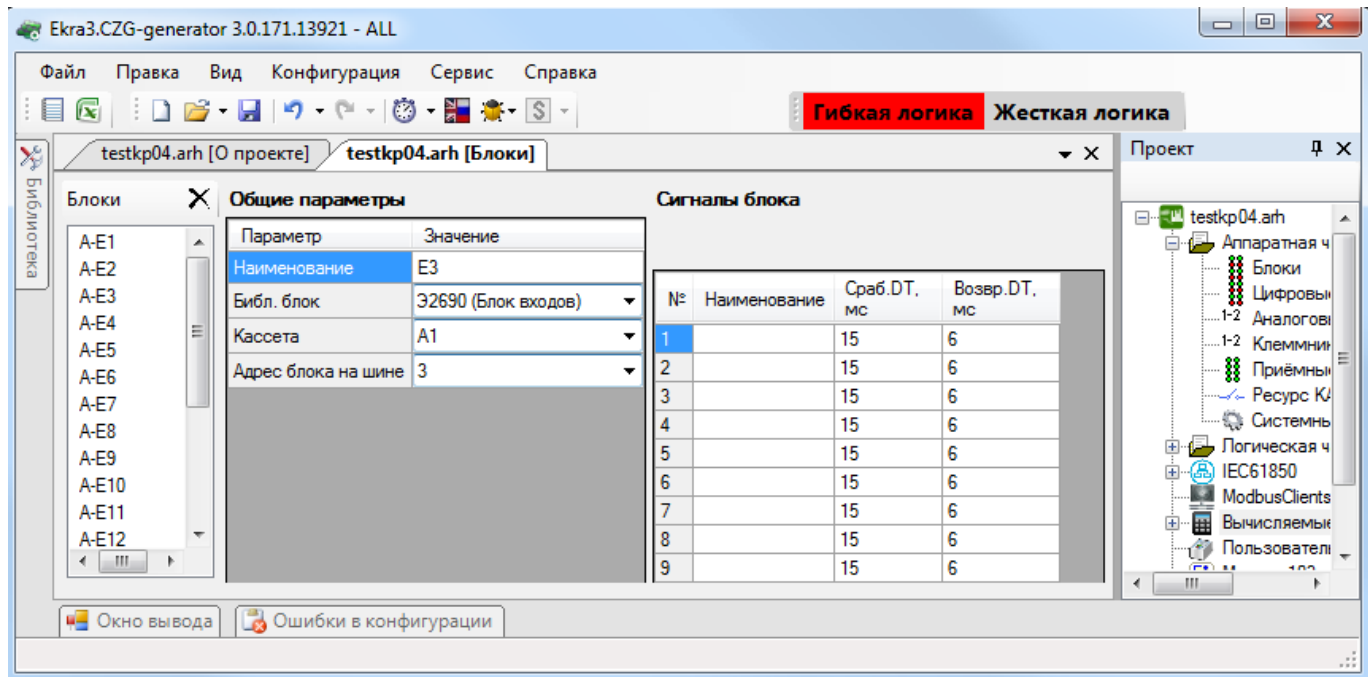

Рисунок 3.24
3.4.1.3.13 Блок входов (Блок дискретных входов) (см. рисунок 3.24)